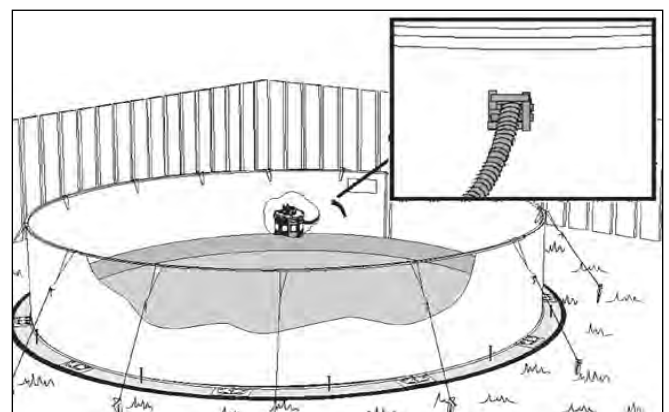

Abb. 36
- Den Schlauch an die Wand kleben. (Abb. 36)